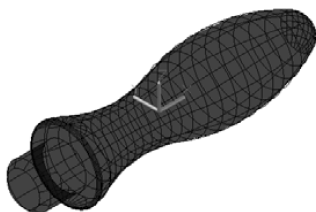

图 10-19 X 射线图
(10) X 射线 (X): 更改面的不透明度使整个场景变成部分透明。图 10-19 所示是 UCS 坐标和手柄的 X 射线图。